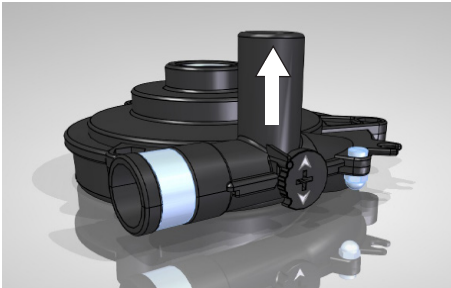

Fig 2 Circulación EXTERNA.
- Circulación **EXTERNA**: El agua sale de la bomba por el tubo vertical (Ver fig 2). Esta configuración permite el envío de líquido a un circuito de circulación exterior para atemperar, refrigerar, etc... un equipo externo.